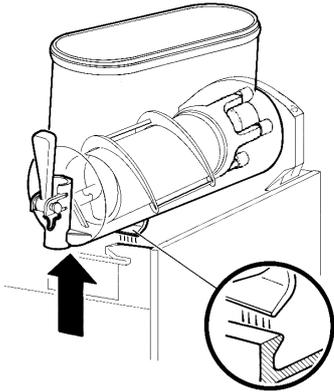

figura 5
**2** Desmontar el contenedor empujando ligeramente la parte inferior (lado grifo) hacia arriba para dejar libres los ganchos inferiores (ver figura 5) y luego quitarlo por adelante (ver figura